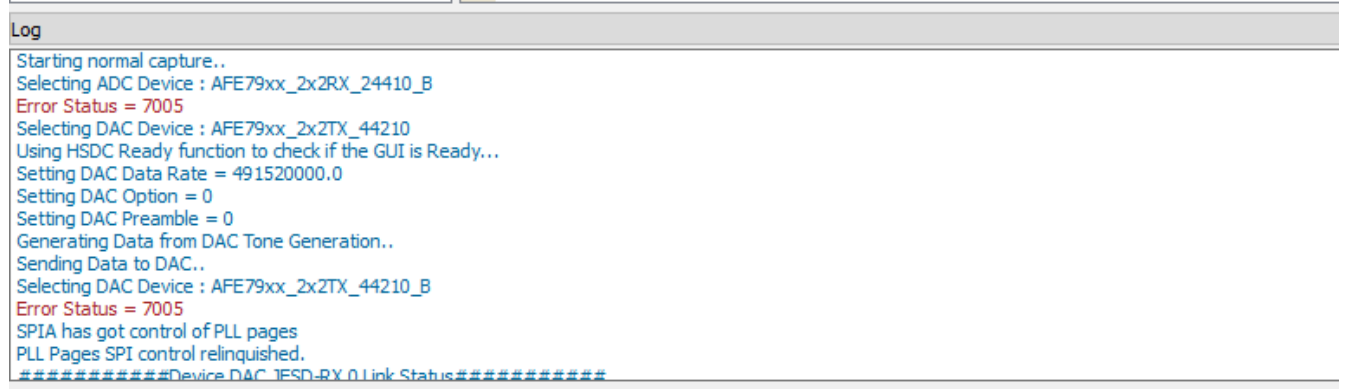

图 4-6. Latte 错误 1
- 如图 4-6 和图 4-7 所示，在脚本运行之后应该会显示以下两条错误消息。